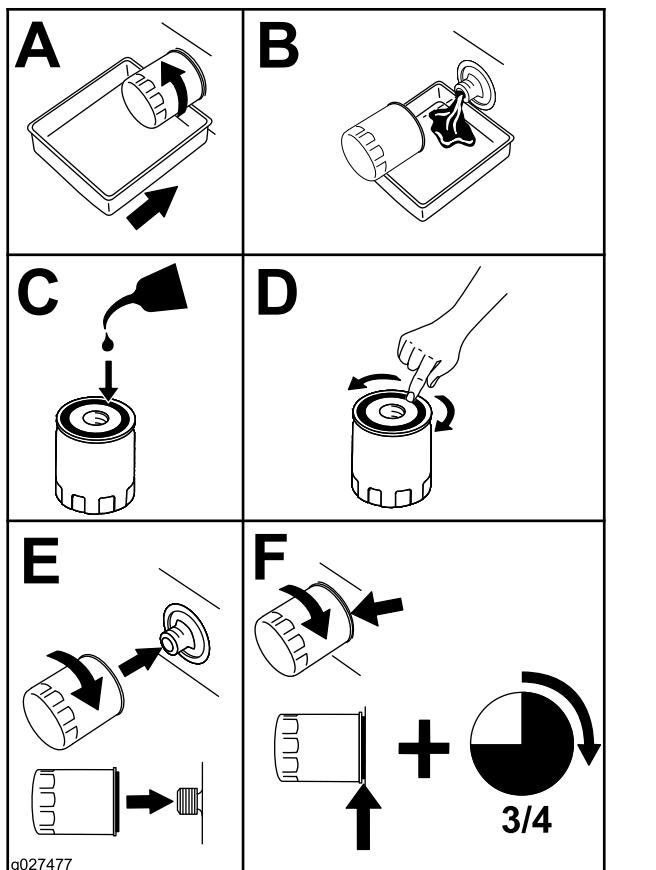

Figure 75
5. Remplacez le filtre à huile moteur (Figure 75).